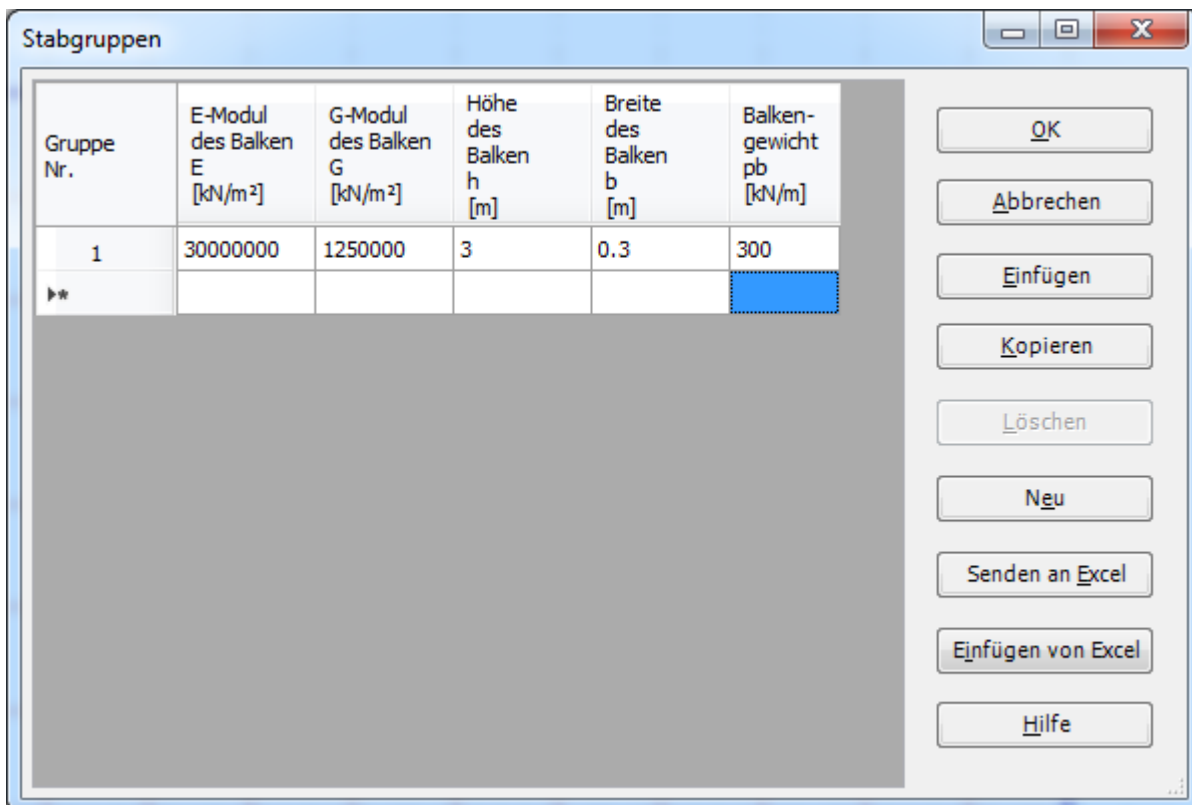

Bild 13.16 Listenfeld "Beschreibung der Stabgruppen"
Danach erscheint das folgende Listenfeld im Bild 13.16.
- Geben Sie die Materialeigenschaften der Wände, Querschnittabmessungen und das Balkengewicht ein, wie im Bild 13.16 gezeigt